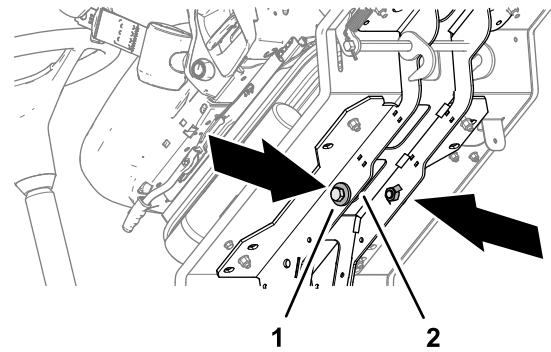

Figura 47
- Guarde os dois parafusos de 12 x 40 mm e as duas anilhas de 12 mm guardados nas calhas de suporte da plataforma (Figura 47).